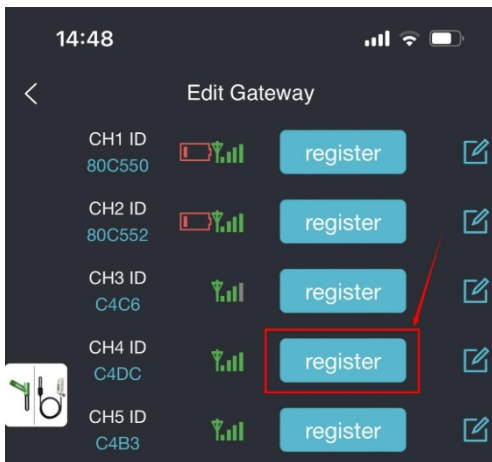

Abbildung 8
4. Klicken Sie auf der Seite „Sensor-ID“ auf „Neu registrieren“, wie in Abbildung 8 gezeigt.